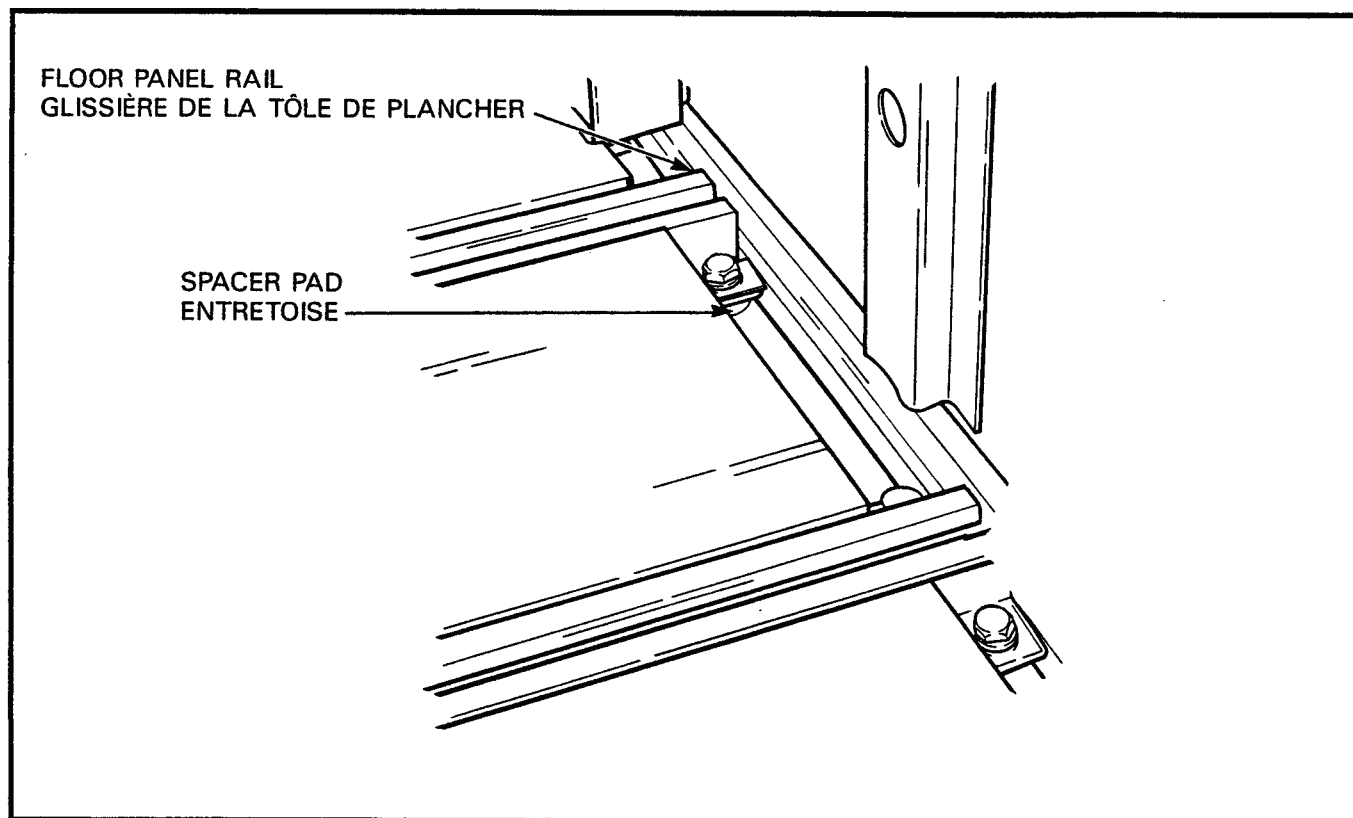

Figure 6-2-9 Floor Panel Rails and Spacer Pads
80. **Installation** — To install, see Figure 6-2-9 and proceed as follows:
80. **Installation** — Pour installer les glissières, voir figure 6-2-9 et procéder comme suit: